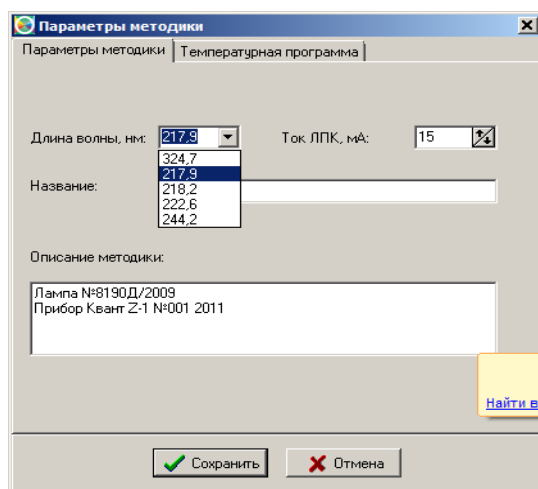

Рис. 6П – Выбор параметров в окне «Параметры методики»
- 3.3.4** Создание новой методики основано на изменении параметров, выведенных по умолчанию. Альтернативная длина волны может быть выбрана из раскрывающегося списка, а ток ЛПК, отличный от номинального установлен скроллингом (рис. 6П).